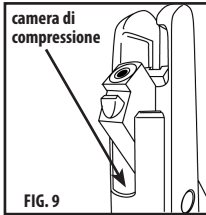

FIG. 9
- Applicare una goccia di Crosman RMCOil (disponibile su crosman.com) nella camera di compressione (Fig. 9).